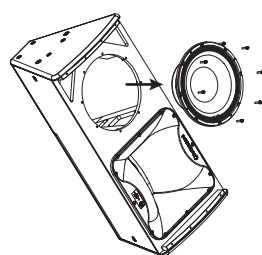

Fig. 2
3. Entfernen und trennen Sie den Tieftöner (Abb. 2), um auf die Halteklammer des Kompressionstreibers zugreifen zu können, und notieren Sie sich die Polarität des Tieftöners zum späteren Wiederanschließen.